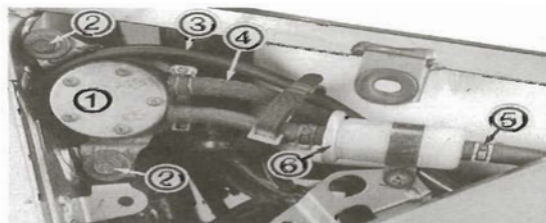

Bild 8
Wenn die brave FZ 750 plötzlich unsauber am Gas hängt oder bei höheren Drehzahlen aussetzt, kann das am zugesetzten Kraftstoff-Filter (Bild 8) liegen. Im Tankinneren abgeplatzte Lackpartikelchen oder Verunreinigungen im Sprit sammeln sich im feinen Geflecht. Im Regelfall Filter (Bild 8) alle 30 000 km wechseln; bei ungünstigen Kraftstoffverhältnissen alle 15 000 km wechseln.
- Beim Einbau auf richtige Einbaurichtung achten (Bild 8).